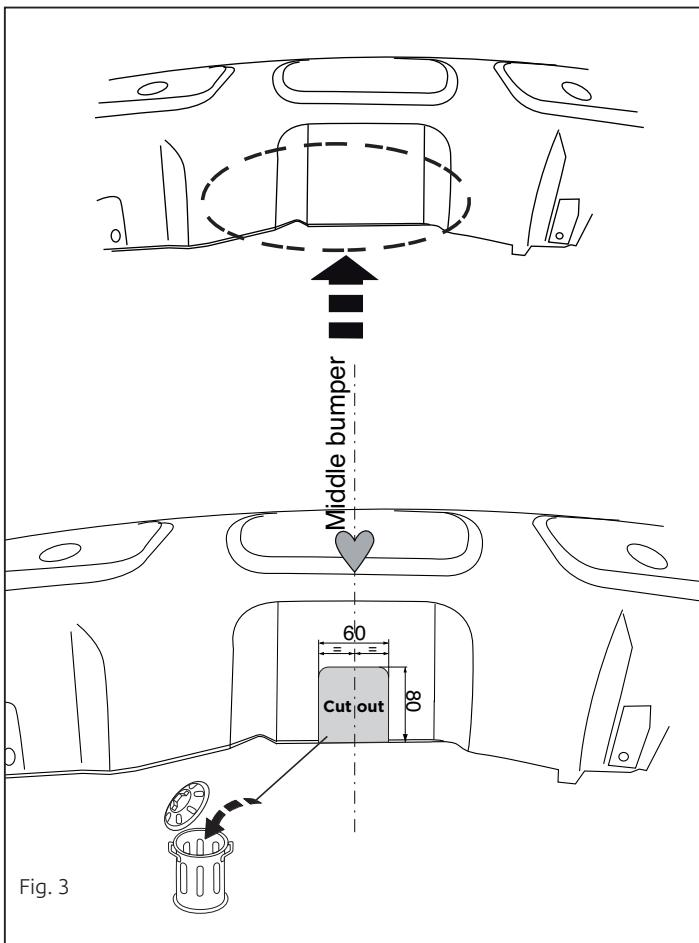

Fig. 3
2. Выпилить обозначенные части, как указано на рис. 3.